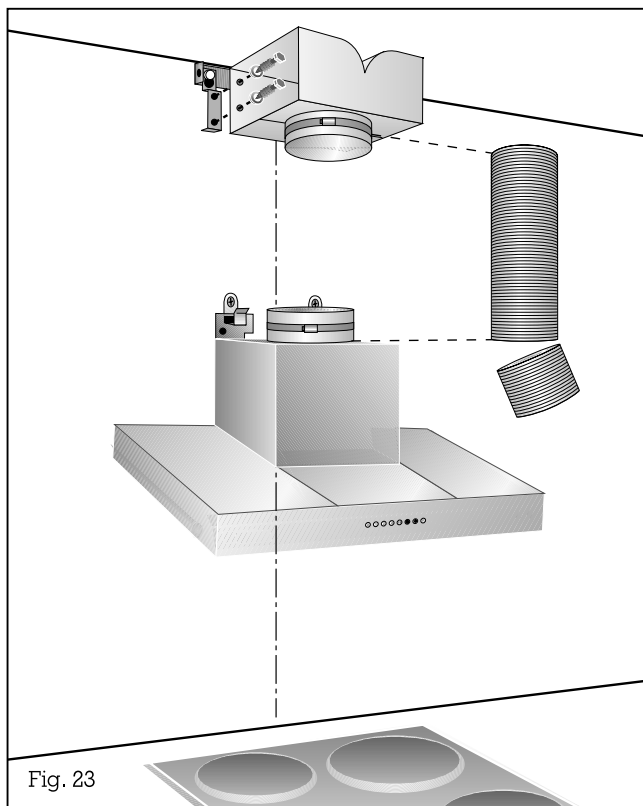

Fig. 23
- Korta av flexslangen till rätt längd. Fäst flexslangen med slangklämmorna (fig. 23).